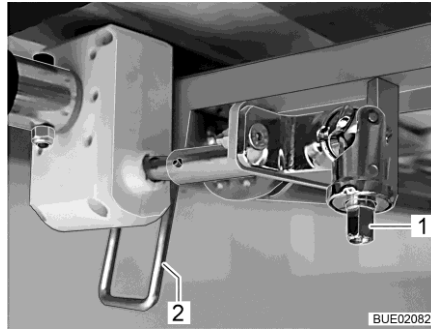

Fig. 132 Réglage en hauteur
- Enfoncer la manivelle sur le tenon (Fig. 132,1).
- Faire pivoter le levier (Fig. 132,2) vers le bas en position verticale.
- Faire pivoter le levier (Fig. 132,2) vers le haut en position horizontale.